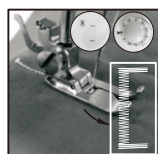

Рис. 19
- (4) Выберите образец строчки №8, затем включите переключатель и прошейте 5-6 стежков на низкой скорости, затем выключите переключатель (Рис.19)